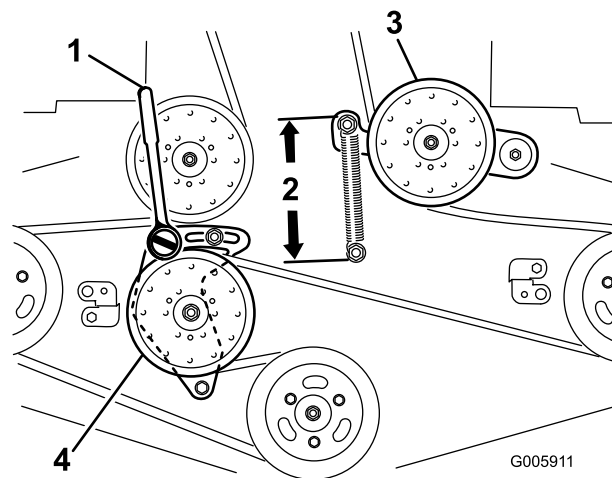

Figura 89
6. Allentate il braccio di rinvio fisso e regolatelo per scaricare la tensione della cinghia (Figura 89).
9. Inserite un cricchetto con un'estensione ridotta o una barra idonea nel foro quadrato nel braccio di rinvio fisso (Figura 89).
11. Per aumentare la tensione della cinghia, ruotate il cricchetto o la barra idonea in senso antiorario per spostare il braccio di rinvio fisso fino a creare uno spazio di 16,5 cm tra i ganci delle molle (Figura 89).